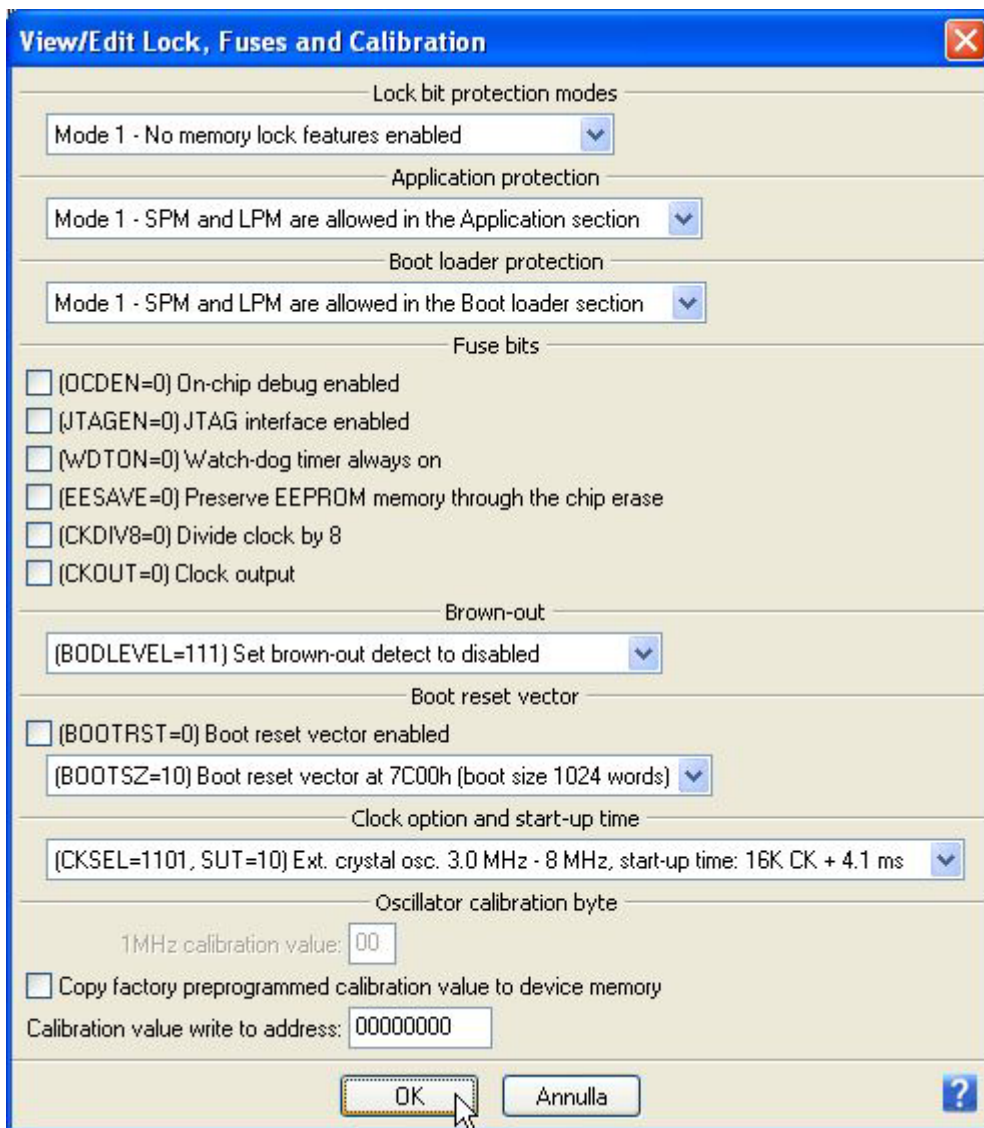

FIGURA D13: IMPOSTAZIONI FUSIBILI E PROTEZIONI CON PG4UW
- i) Aprire la finestra di configurazione fusibili e bits di protezione premendo la coppia di tasti *Alt+S* oppure usando il collegamento, o l'icona, presenti sulla finestra principale del **PG4UW**. Nella finestra effettuare le impostazioni richieste dall'applicazione utente, ricordando che influiscono sul funzionamento del Mini Modulo e devono essere quindi impostate con estrema attenzione, pena il malfunzionamento dell'intero sistema. La figura D13 riporta una impostazione valida per il demo della scheda, senza protezioni, ma si ricorda che la configurazione base fornita da **grifo**® è diversa, in quanto è attivo il Bootloader in FLASH e la sua protezione.